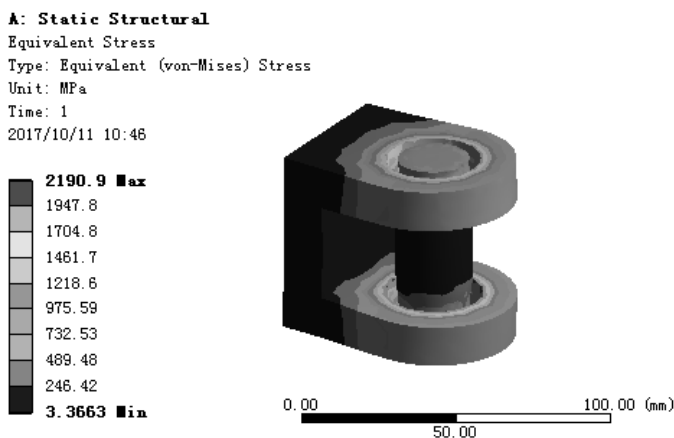

图 7.6.47 总应力结果图解
(1) 求解分析。在顶部工具栏中单击 按钮求解分析。
(2) 查看应力结果图解，在“Outline”窗口中选中 **Equivalent Stress**，查看图 7.6.47 所示的总应力结果，其最小应力为 3.3663 MPa，其最大应力为 2190.9MPa。